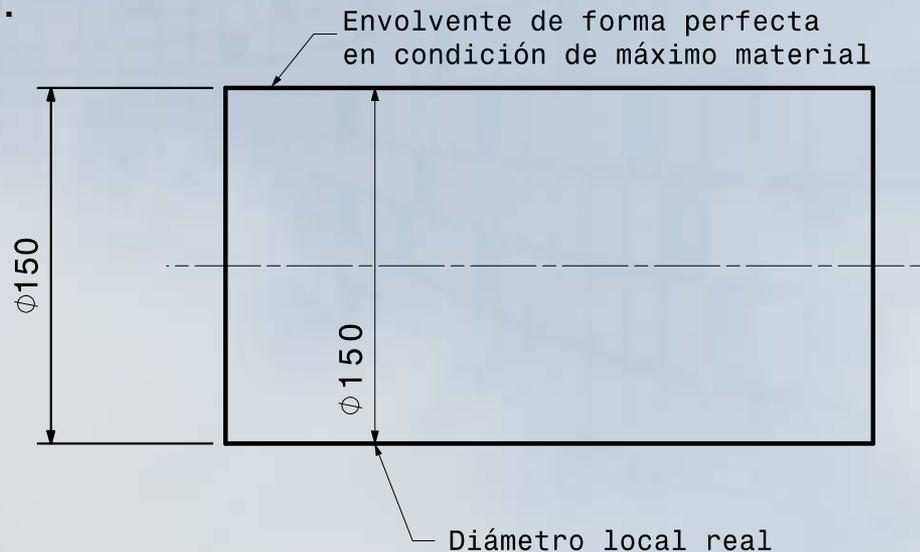

Figura 4.8 Envoltente de forma perfecta.
3. De todo ello se deriva que el árbol debe ser perfectamente cilíndrico cuando todos sus diámetros locales reales estén en su medida de máximo material de  $\varnothing 150$  (Figura 4.8).